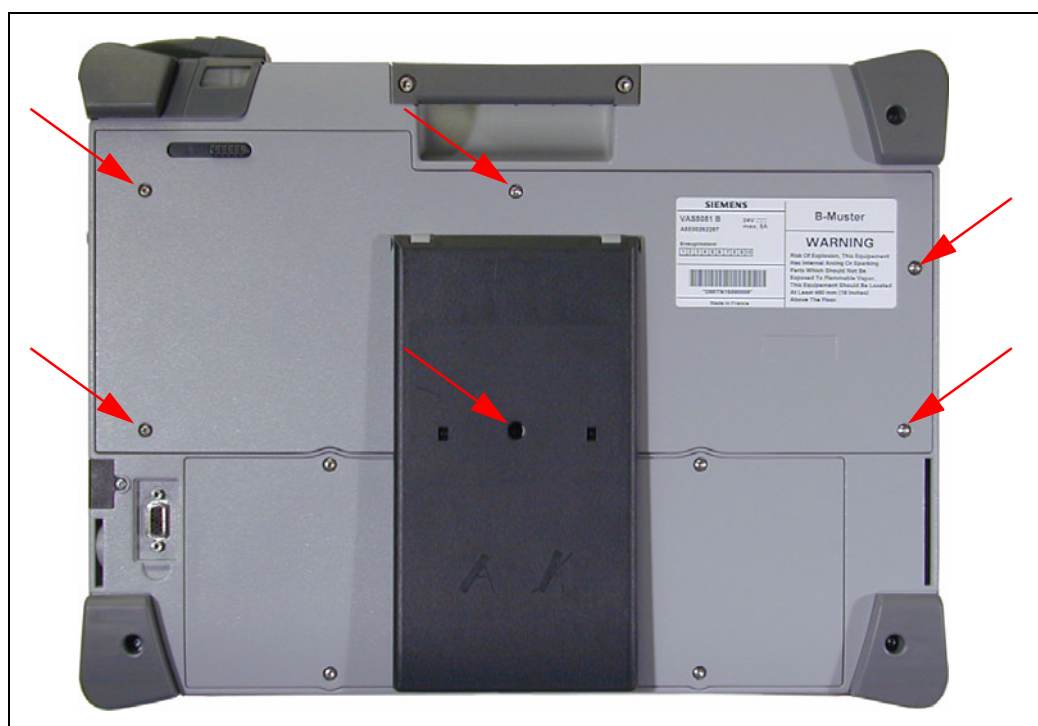

图 5-3 更换风扇，拧松盖板
2. 取下六个用于固定盖板的螺钉（参见图 5-3）。为此，请使用梅花槽螺钉扳手 T10。其中一个螺钉位于支脚下面。可以利用相应的孔在不翻开支脚的情况下取下螺钉。